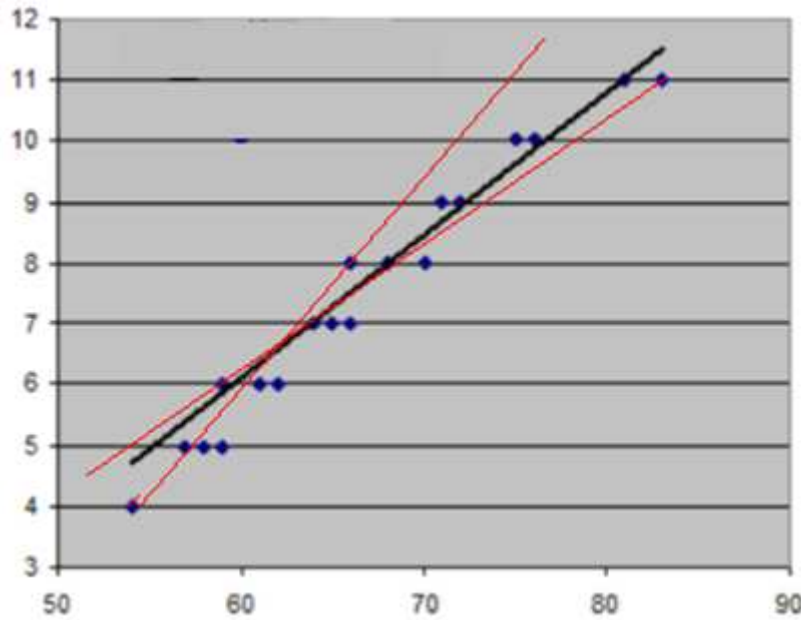

Figura 2. Intervalo de confianza para la recta más probable.
1. Sujeta tres tramos de hilo a la pieza circular de plástico y colócalo al centro de la mesa de fuerzas haciéndolos pasar los hilos por las poleas como se ilustra en la figura 2.
Para asignar las correspondientes incertidumbres a la pendiente y a la ordenada se trazan dos líneas auxiliares (en el punto experimental mínimo y máximo) para definir una banda por la cual puedan pasar todas las rectas posibles como se muestra en la figura 2, las líneas auxiliares se trazan a partir de los puntos experimentales extremos, trazando una recta de pendiente máxima y otra de pendiente mínima como se muestra en la figura 2 para generar nuestro intervalo de confianza para la pendiente. De esta manera la incertidumbre de la pendiente, está dada por la siguiente ecuación: